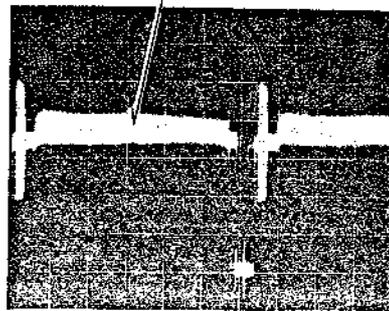

Abb. 4-8 Schwarzbalance/Y-Einstellung
(Abb. 4-8, 4-9, 4-10, 4-52)
(Abb. 4-8, 4-10)
5. Den GRN SETUP Regler (RM1101-14) auf minimalen Träger in der Wellenform abgleichen (siehe Abb. 4-8).